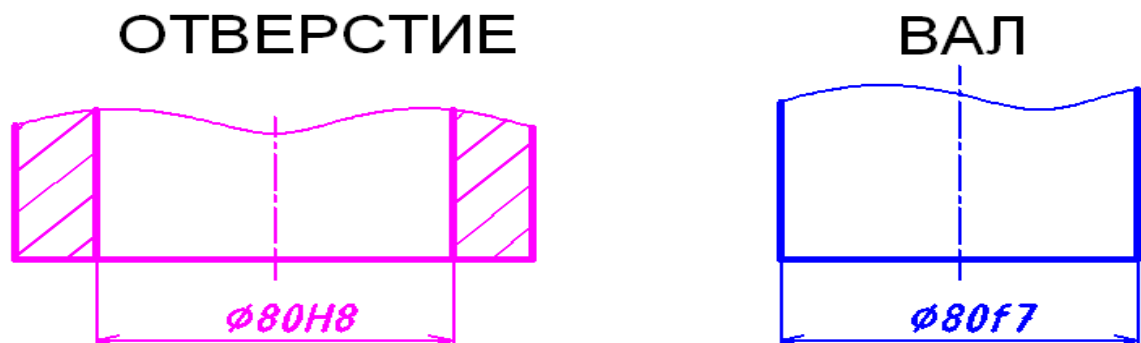

Рисунок 8.
1. *Предельные отклонения задают полем допуска (рис. 8).*